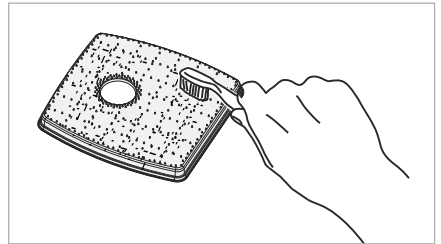

Abb. 13
- 6) Klopfen Sie den EPA-Filter **9** leicht in einem Abfallbehälter aus und bürsten Sie ihn vorsichtig mit einer weichen Bürste ab (siehe Abb. 13).